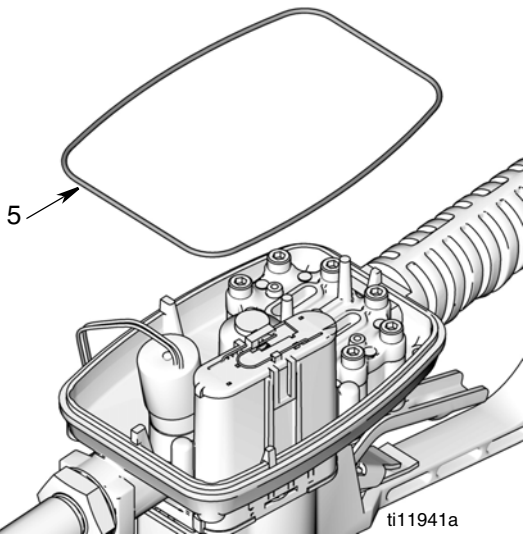

FIG. 35
7. Retire y deseche la junta tórica (5) (FIG. 35).